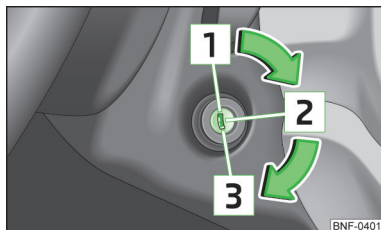

Bild 78
Positioner för bilnyckeln i tändningslåset » bild 78
- » Vrid nyckeln till läget **1** » **bild 78 på sidan 73.**